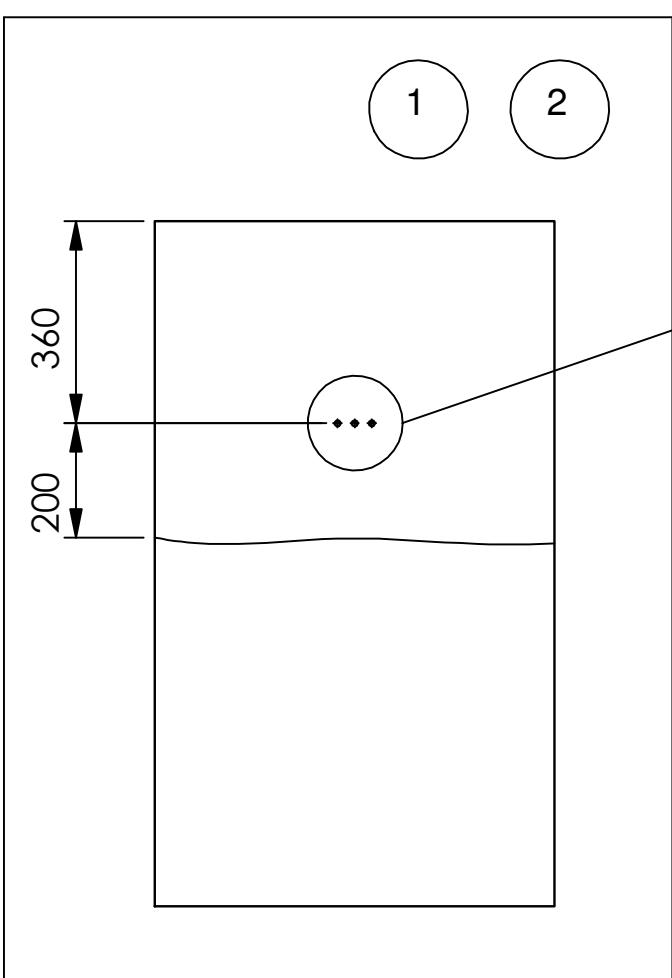

Рис.01
- 2.- To set the anchor, make Ø10 mm holes on the panel of the pool to the depth indicated in Fig.01 (use joint as a template).
- 2.- Practicar taladros de Ø10 mm en el panel de la piscina a la profundidad indicada en la Fig.01 para poder fijar el anclaje (utilizar junta como plantilla).
- 2.- Pratiquer des trous de Ø10 mm dans le panneau de la piscine à la profondeur indiquée sur la Fig.01 pour fixer l'ancrage (utiliser le joint comme modèle).
- 2.- Die Ø10 mm Löcher in die Schwimmbadplatte in der Tiefe von Fig.01 bohren, um die Verankerung fixieren zu können (die Formdichtung als Bohrlehre benutzen).